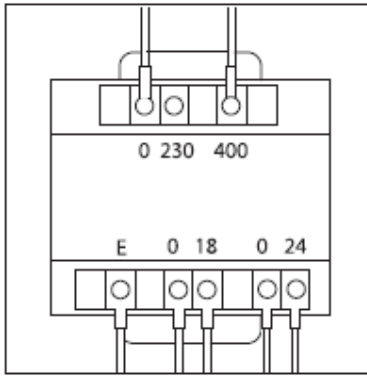

Abbildung 31 - Position der Drähte auf den Transformatoren
- Trennen Sie vom Transformator den Draht, der sich auf dem Anschluss mit der Markierung 400V befindet, und verbinden Sie diesen mit dem Anschluss mit der Markierung 230V (Abbildung 31).